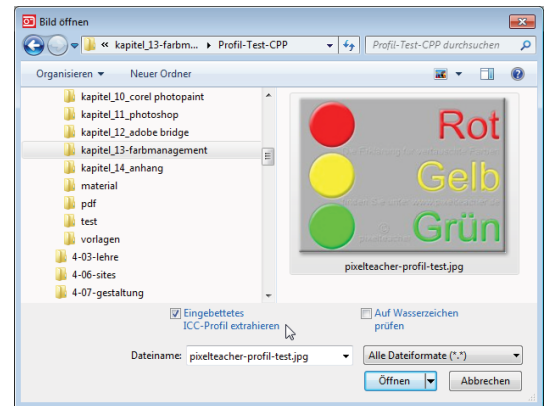
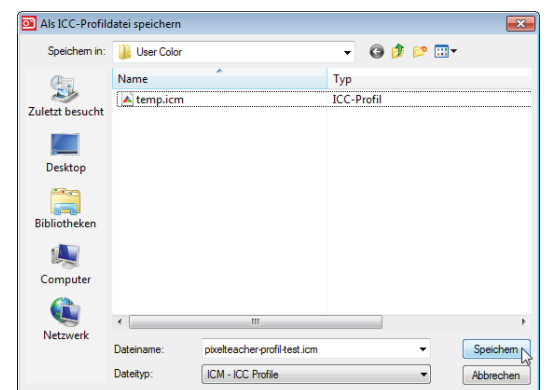

Abb. 13-17: Extrahieren der Profilinformation aus einer Datei in COREL PHOTO-PAINT
Abb. 13-18: Speichern der Profildatei im Corel-eigenen Ordner
COREL PHOTO-PAINT bietet die Möglichkeit, beim Öffnen einer Datei das eingebettete Profil auszulesen (Abb. 13-17) und als ICM-Datei zu speichern.
Das ausgelesene Profil hat das Format ICM und die Profildatei erhält den gleichen Namen wie die geöffnete Bilddatei (Abb. 13-18). Gespeichert wird sie unter diesem Namen standardmäßig im programmeigenen Profilordner
- Die Bilddatei öffnen und das Profil extrahieren (Abb. 13-17) ► das Profil wird im COREL-eigenen Ordner gespeichert (Abb. 13-18) und steht in CPP zur Verfügung.